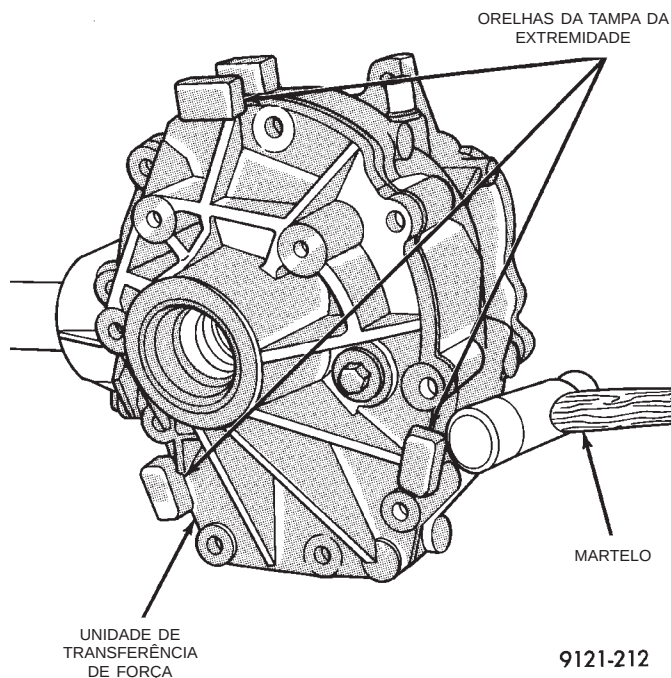

Fig. 34 Remoção da Tampa da Extremidade
(2) Bata levemente nas orelhas da tampa da extremidade para separar a tampa da caixa (Fig. 34).